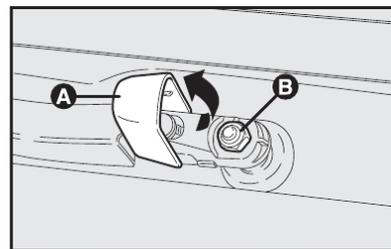

fig. 30
#### Substituição da palheta do limpador do vidro traseiro - fig. 30
- 1) Levantar a capa protetora A-fig. 30.
- 2) Desparafusar a palheta e substituí-la B-fig. 30.